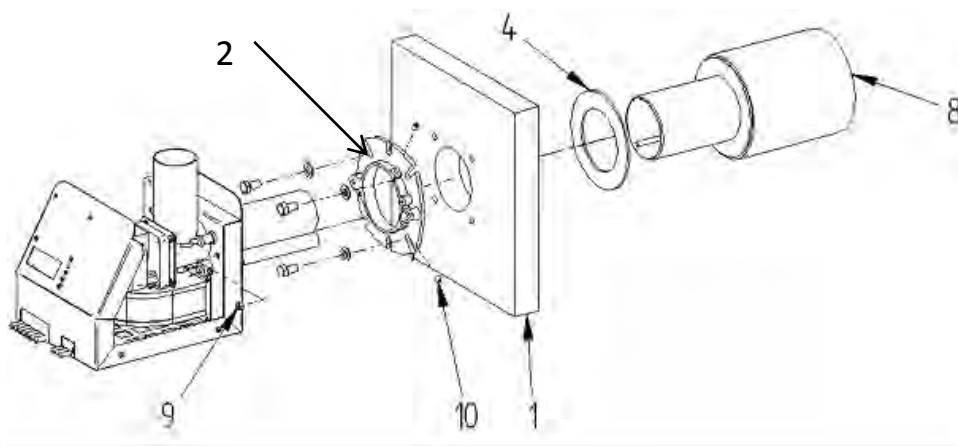
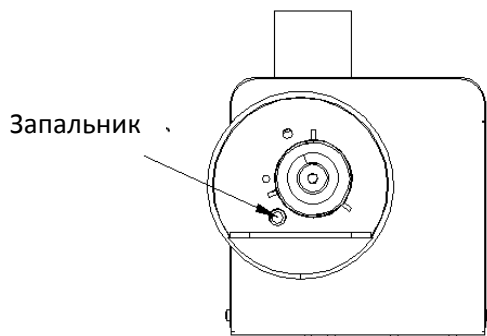

Рисунок 9
Рисунок 10 Правильное положение запальника
3. Прикрепите фланец (2) горелки к дверце котла (1). Рисунок 9. Убедитесь, что отверстие фланца и отверстие дверцы котла совпадают.
4. Прикрепите камеру сгорания (8) к дверце котла (1). Для этого нужно положить керамическое уплотнение (4) на сужающуюся сторону камеры сгорания, а затем просунуть камеру через дверцу котла (1) таким образом, чтобы задняя стенка камеры сгорания упиралась на дверцу котла. Закрепите камеру сгорания (8) двумя зажимными винтами (10) к фланцу.
6. Закрепите обе половинки горелки гайкой М6 (9). Плотно затяните гайку, но не слишком сильно.
**Предупреждение!** После установки горелки убедитесь, что наконечник воспламенителя (запальника) расположен внутри отверстия, а не позади разделительной стенки. Рисунок 10